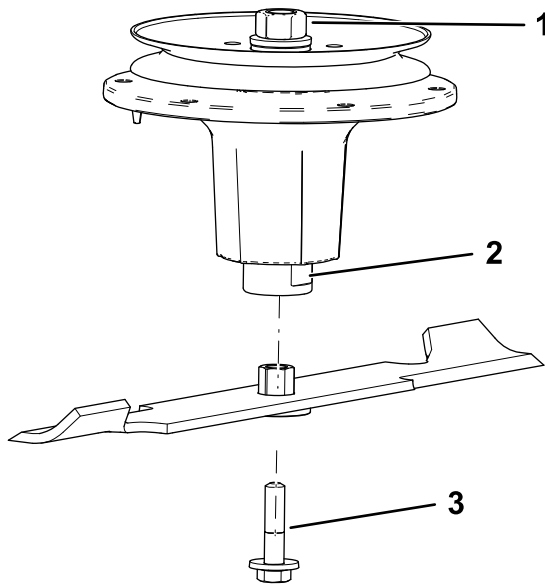

Figura 82
2. Instale el conjunto de buje/cuchilla en el eje (Figura 82).